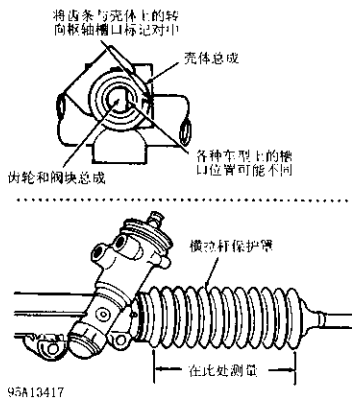

图 6-8 标记壳体、测量横拉杆保护器，为重新组装提供参考
2) 使齿条在壳体中居中。为了重新装配时参考，在壳体上标记转向枢轴槽口的位置，并且测量横拉杆保护罩之间的距离（图 6-8）。